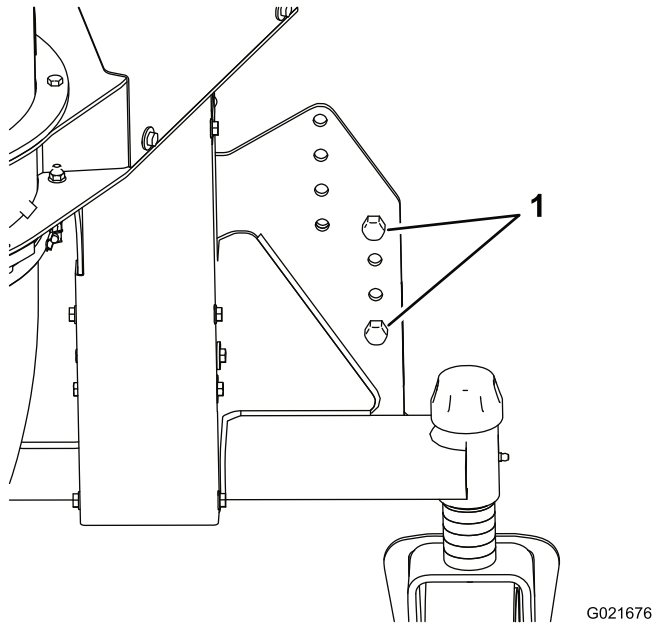

Figure 7
- Retirez soigneusement les vis qui fixent le souffleur à la palette de bois. Après avoir retiré les vis, faites glisser la caisse pour l'éloigner du souffleur et abaissez le souffleur jusqu'à ce que les roues pivotantes touchent le sol, mais en laissant la sangle tendue (Figure 7).